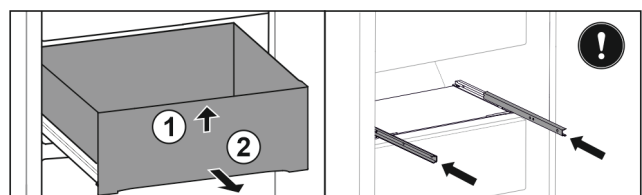

Fig. 42
- ▶ Schubfach vorne anheben Fig. 42 (1).
- ▶ Nach vorne entnehmen Fig. 42 (2).